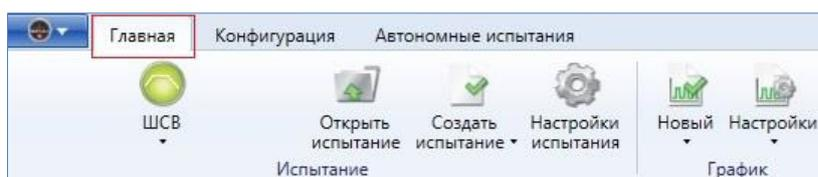
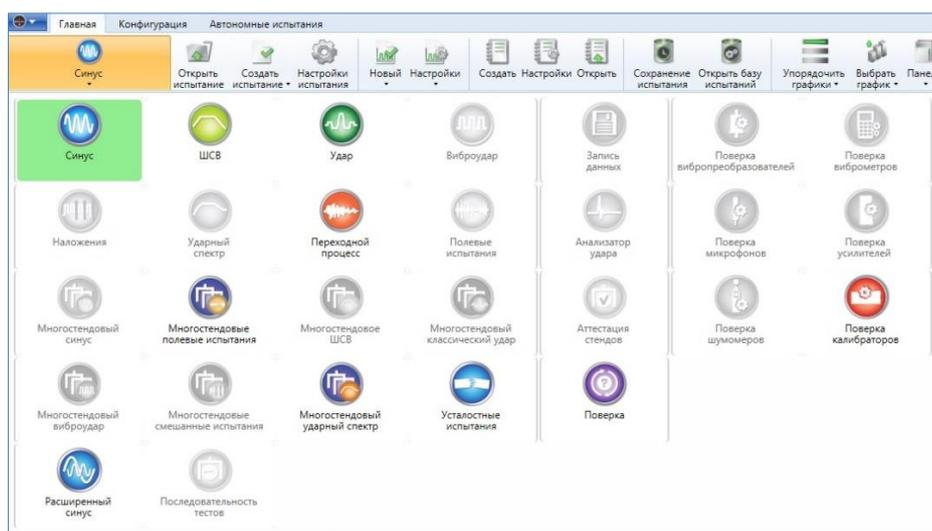

Рис. 14 Панель инструментов «Главная»
Рис.15 Кнопка выбора типа испытания и список испытаний
Недоступные испытания помечены серым цветом (например, «Виброудар», «Ударный спектр», «Многостендовый синус» и другие на рисунке Рис.15).
- 1 способ. Нажмите на кнопку «Создать» на панели инструментов «Главная» (см. Рис. 14). Будет создан тест того типа, который является текущим, т.е. пиктограмма которого изображена на кнопке выбора типа испытаний (см. Рис.15);
- 2 способ. Выберите команду «Создать» в «Главном меню» программы (см. Рис. 14). Будет создан тест того типа, который указан в данный момент на кнопке выбора типа теста;
- 3 способ. Выберите необходимый тип теста, нажав на кнопку выбора типа теста (см. Рис.15). Если в подкаталоге выбранного типа испытаний нет файлов, то будут созданы испытание и соответствующий ему файл.